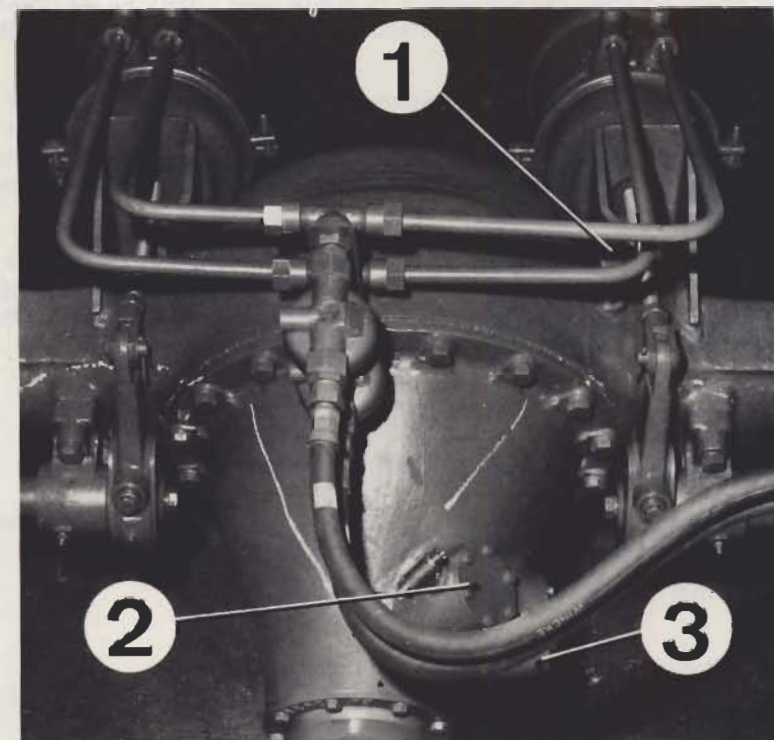

Fig. 7.3. — Detalle puente posterior
- h) Es muy importante comprobar el estado de limpieza del respiradero (Fig. 7.3), situado en la parte superior del cuerpo del puente para asegurarse de que no está obstruido, operación que puede efectuarse al revisar el nivel de aceite del puente.